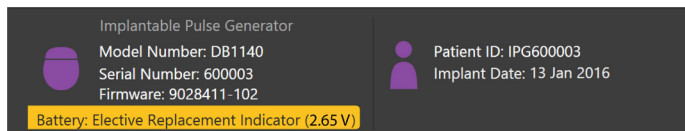

Abbildung 15: Auf der Registerkarte „Verbinden“ angezeigte ERI-Meldung
Sie können keine Verbindung zu einem nicht wiederaufladbaren (PC) Stimulator herstellen, dessen Batteriebensdauer sich dem Ende neigt. Der CP zeigt den Stimulator mit einer ERI-Meldung und der Stimulatorbatteriespannung an, wie in Abbildung 15 auf der Registerkarte **Verbinden** dargestellt. Sobald er sich im ERI-Modus befindet, können keine Änderungen der Stimulatoreinstellungen vorgenommen werden.